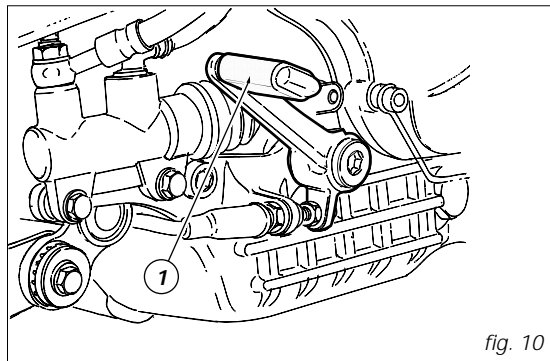

fig. 10
*Pedale comando freno posteriore (fig. 10)*